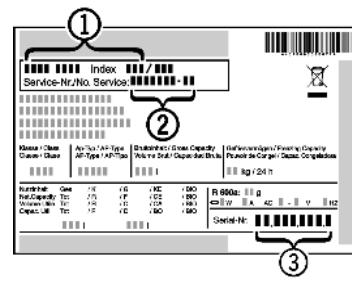

Fig. 9
- Наименование устройства Fig. 9 (1), сервисный № Fig. 9 (2) и серийный № Fig. 9 (3) считайте с заводской таблички. Заводская табличка находится внутри устройства слева.
► Обратитесь в сервисную службу и сообщите вид неисправности, наименование устройства Fig. 9 (1), сервисный № Fig. 9 (2) и серийный № Fig. 9 (3).